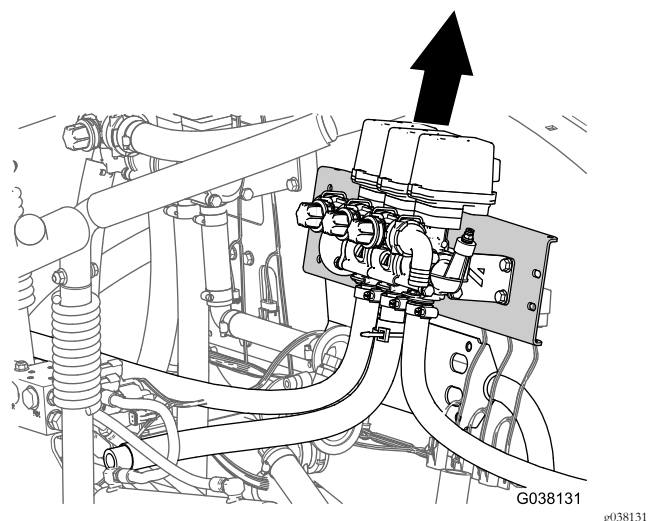

图19
2. 从机器中提起喷洒臂段阀、供水软管和喷洒臂段阀支架 图19。